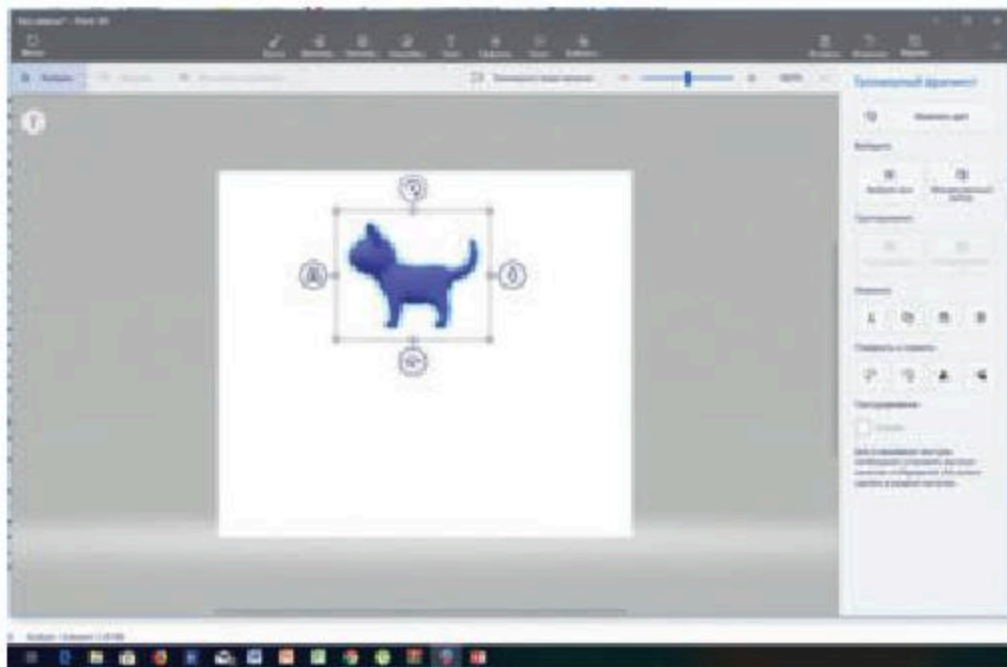

Рис. 10.3
- 2) нажимаем на **Трехмерные фигуры** в верхней панели инструментов. В правой панели появятся трехмерные объекты, выберем один из них, например, кошку (рис. 10.3).